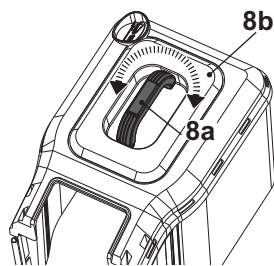

Fig. 6
2. El asa de transporte (8a) ya está premontada en la cubierta superior (8b) y su posición es giratoria para adaptarse al uso previsto (Fig. 6).
3. El recogedor de césped (8) está listo para su uso.